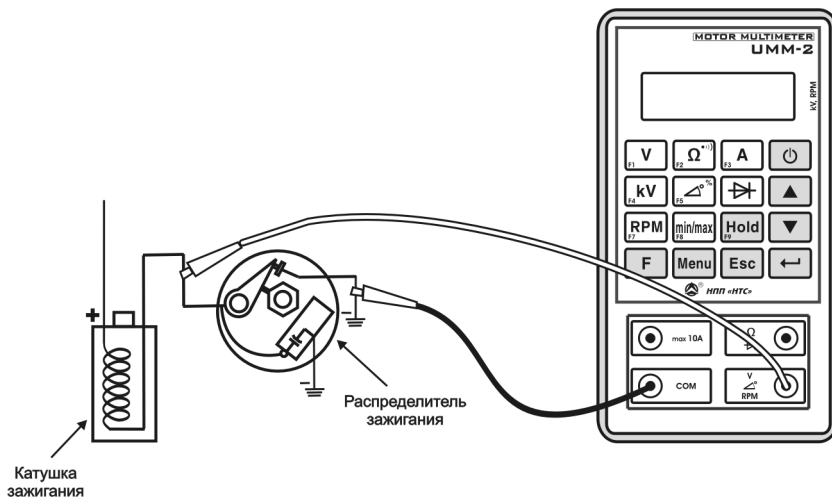

Рис.2
3. Подключите мультиметр согласно рис.2.